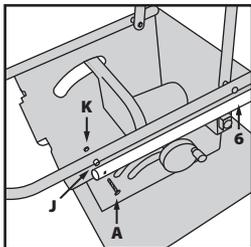

Abb. 10
- Befestigen Sie Bauteil **3** mit dem Rest des Untergestell-Zusammenbaus, benutzen Sie die verbleibenden Befestigungsteile markiert als **A, J** und **K** (**Abb. 10**). Es könnte helfen, Bauteil **4** aus dem Weg zu räumen.